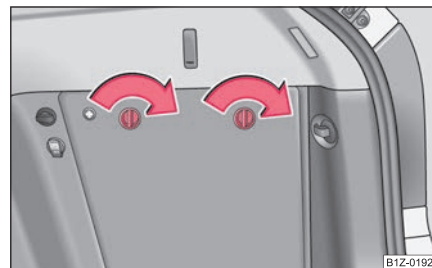

Fig. 249 Maletero: Compartimento guardabultos lateral
- Desmonte la cubierta del compartimento lateral girando los cierres en el sentido de la flecha ⇒ fig. 249.
- Desmonte la cubierta del compartimento lateral girando los cierres en el sentido de la flecha ⇒ página 273, fig. 249.